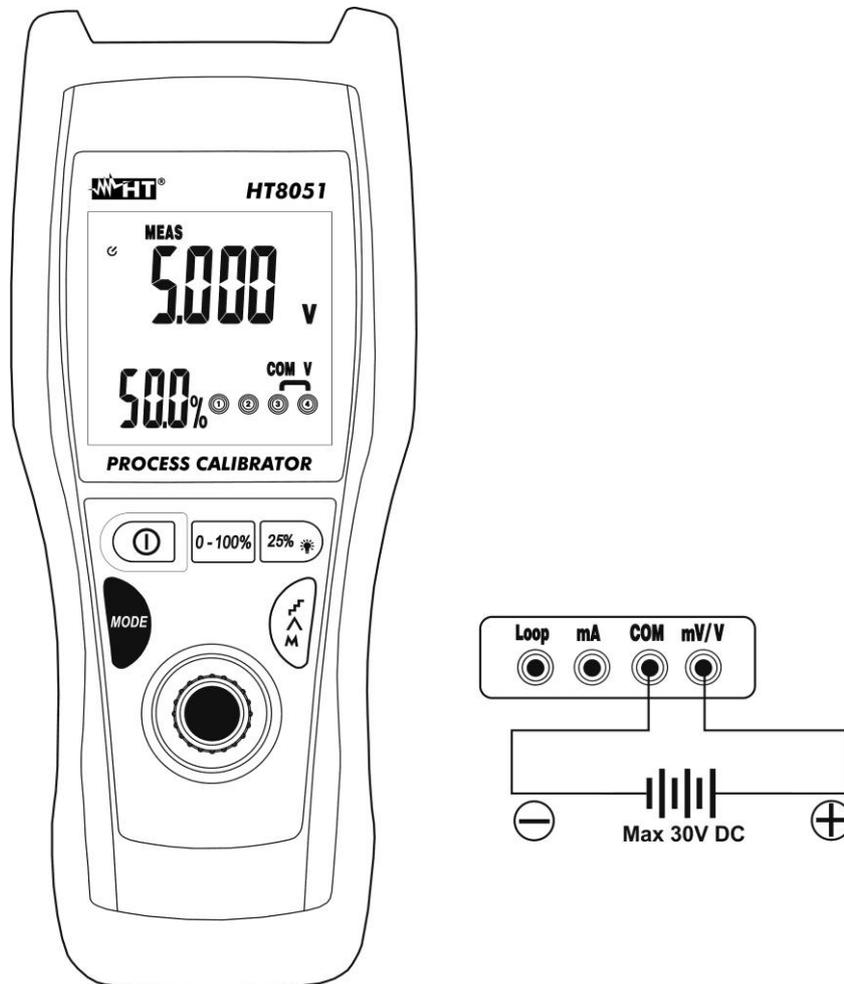

Fig. 3: Medição de tensões CC
3. Colocar a ponteira verde e a ponteira preta, respetivamente, nos pontos com potencial positivo e negativo do circuito em exame (ver Fig. 3). O valor da tensão é apresentado no display principal e o valor percentual em relação ao fundo da escala no display secundário.
4. A mensagem **"-OL-"** indica que a tensão em exame excede o valor máximo mensurável pelo instrumento. O instrumento não executa medições de tensão com polaridade oposta em relação à ligação da Fig. 3. O valor "0.000" é apresentado no display.